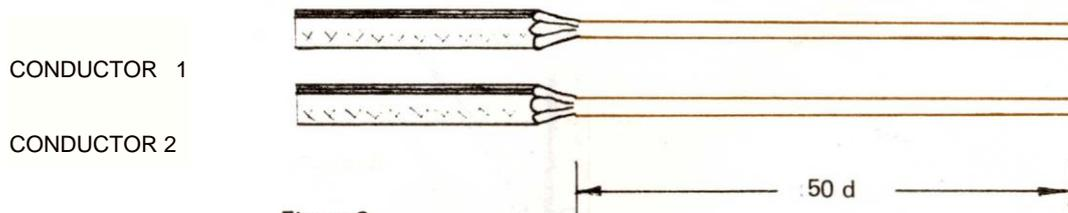

Figura 2
- Pele los extremos de los conductores a derivar en una longitud de 50 veces su diámetro (figura 2).